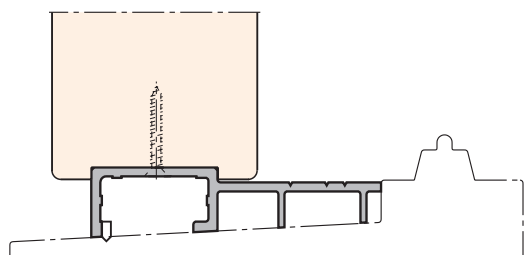
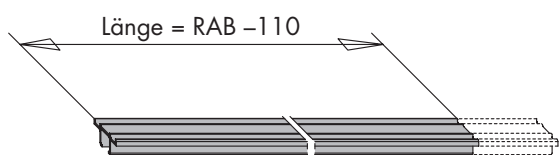

Bild 3
Bild 5
- Aufsatzschiene HH0132-04 (29) anschrauben (Bild 3 und 4).
- Abdeckkappe (25) in Aufsatzschiene HH0132-04 (29) eindrücken und versiegeln.
- C** Einbau der Führungsschiene KH0130-01 (30).
- Führungsschiene KH0130-01 (30) ablängen (Bild 5).